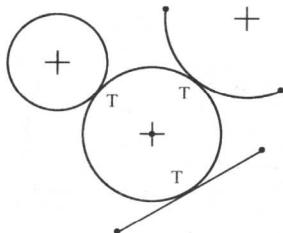

图 1-23 绘制相切圆
(1) 单击 **○** 按钮，然后依次选择三个不同的圆、圆弧或直线等。
(2) 单击鼠标中键确认，完成相切圆的绘制，如图 1-23 所示。